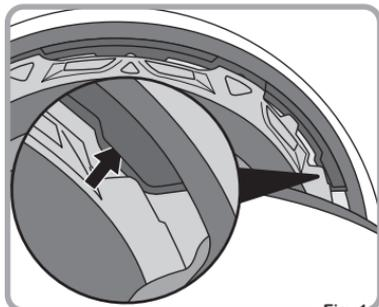

Fig. 1
- ① Insérez la triplure dans les zones temporales comme montré sur la Fig.1.